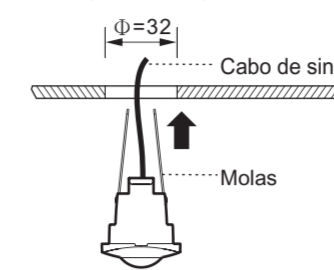

FIG. 15
- 3.3.3 Coloque as duas molas do sensor no furo aberto e insira o sensor para cima (Ver FIG. 15).